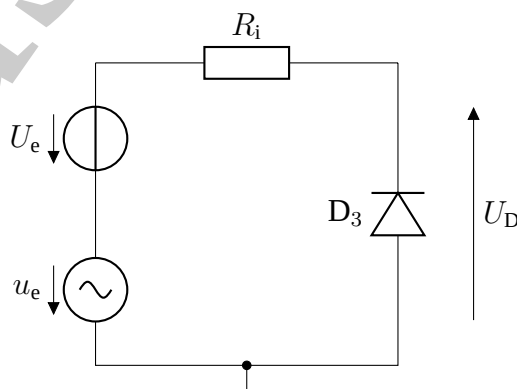
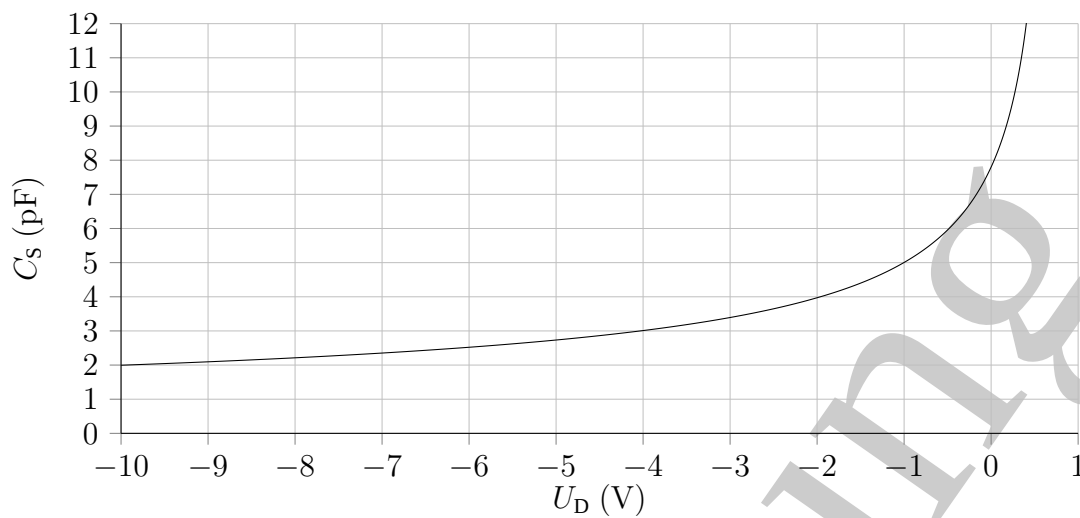

Abbildung 7
Abbildung 8
- e) Es ist die Schaltung aus Abb. 7 mit der realen Diode D_3 gegeben. In Abb. 8 ist die Abhängigkeit der Sperrschichtkapazität C_S über der Gleichspannung U_D der Diode gegeben. Die Grenzfrequenz der Schaltung liegt bei $f_{3dB} = 5,3 \text{ GHz}$. Für den Widerstand gilt $R_i = 10 \Omega$. Bestimmen Sie die Sperrschichtkapazität C_S und die Spannung U_D über der Diode im Arbeitspunkt.